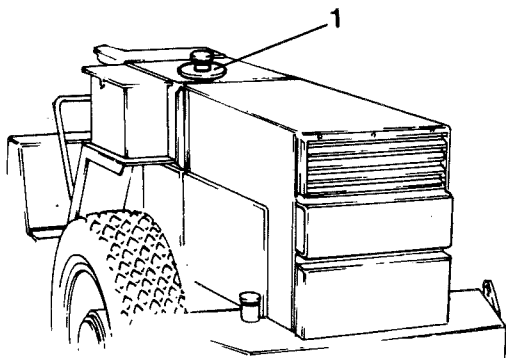

Fig. 42 Réservoir hydraulique
- 6 Déposer le couvercle du trou d'homme (1), fig. 42, au-dessus du réservoir hydraulique. S'assurer qu'aucune impureté ne pénètre dans le réservoir.